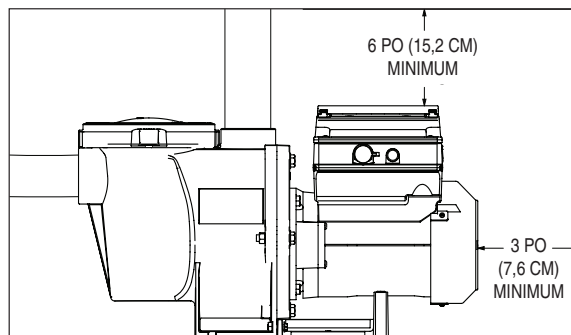

Figure 1 : Dégagement arrière et vertical de la pompe
6. Laissez un dégagement d'au moins 3 po (7,6 cm) derrière la pompe pour faciliter le retrait du moteur pour la maintenance et les réparations. **Voir Figure 1.**